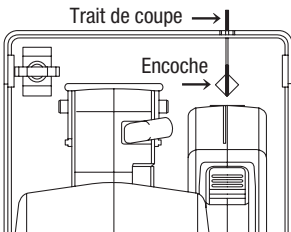

Fig. 4. Alignement avec le trait de coupe
2. Aligner la ligne de mire sur la semelle avec le trait de coupe (Fig. 4).